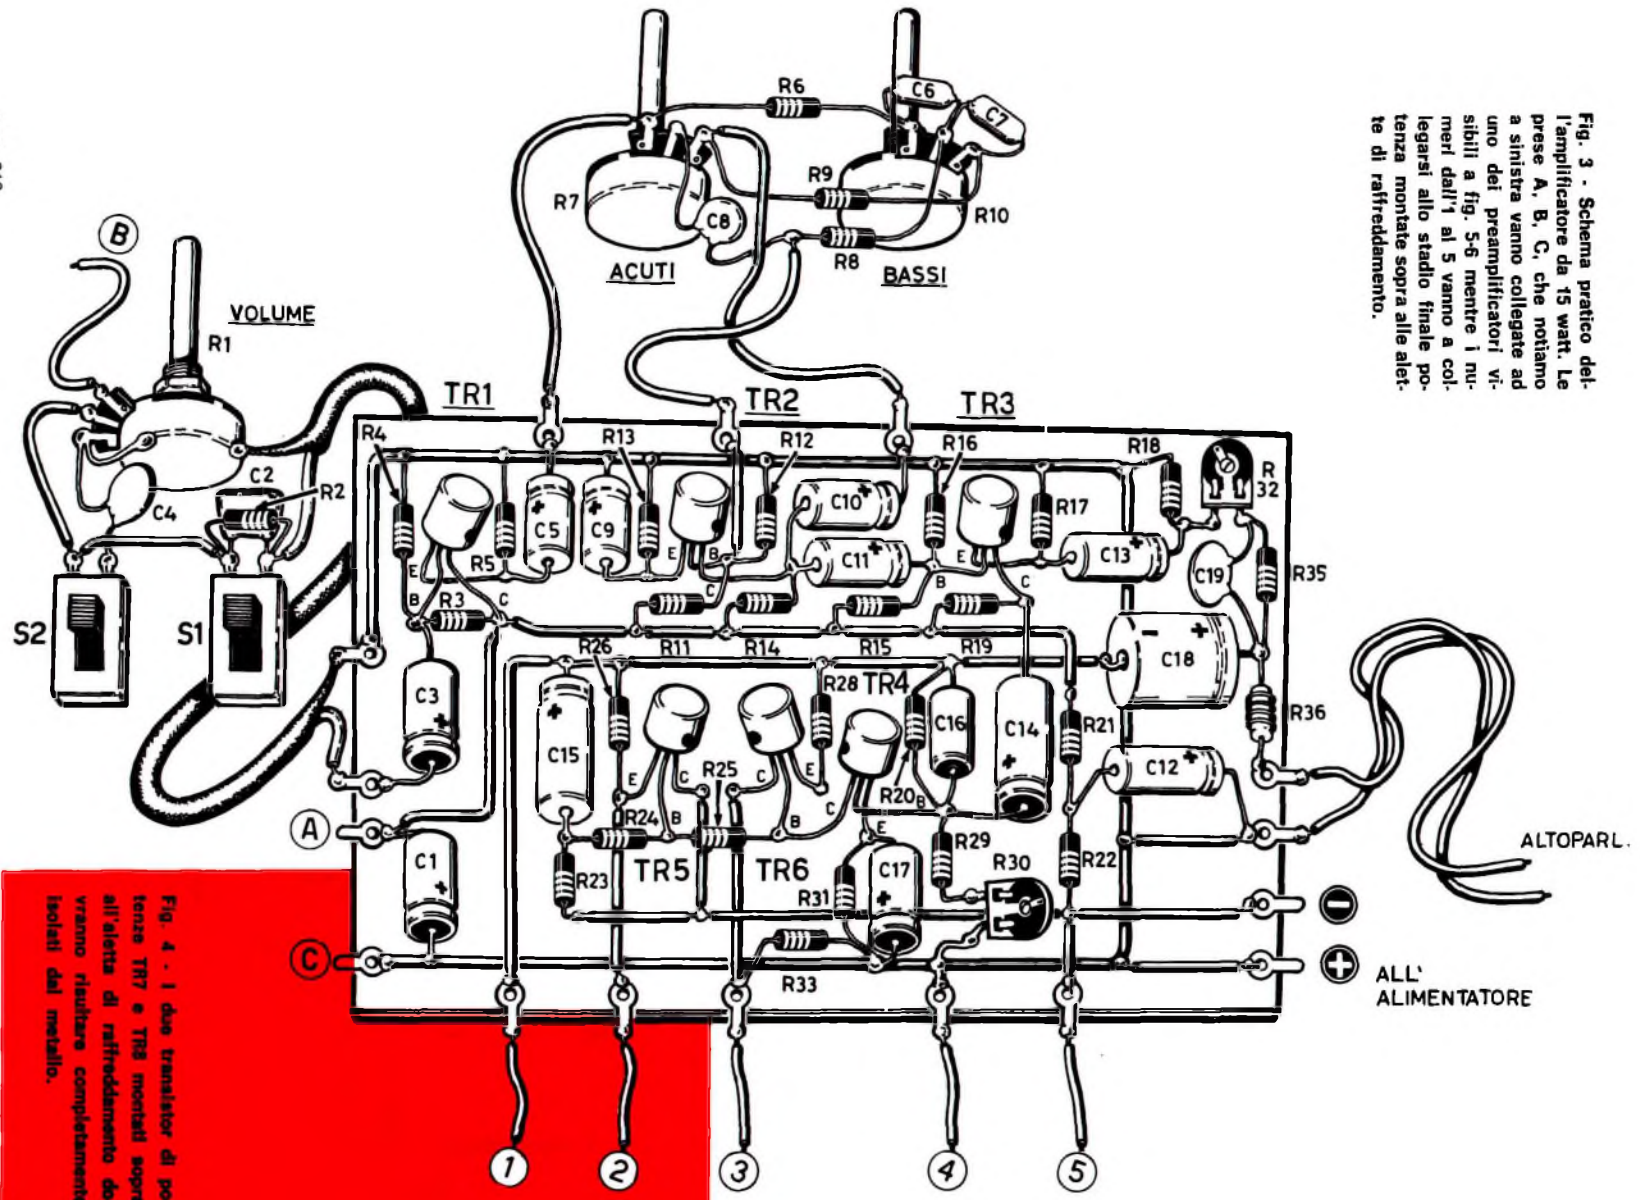

Fig. 4 - I due transistor di potenze TR7 e TR8 montati sopra all'aletta di raffreddamento dovranno risultare completamente isolati dal metallo.
- lo stadio finale di potenza (fig. 4), montato su piastra di raffreddamento;
Passeremo, poi, alla realizzazione dello stadio finale di potenza (fig. 4) che, come noterete, è montata su di una piastra di raffreddamento in lega di alluminio, la quale è rintracciabile in commercio a prezzi assai moderati: essa deve misurare almeno cm. $12 \times 7 \times 3,5$ ed è rinvenibile tra gli accessori forniti dalla I. R. Italiana per i suoi semiconduttori, distribuiti dalla GBC. Comunque, il radiatore può anche essere richiesto alla Ditta Zaniboni (Via S. Carlo, 7 - Bologna), presso la quale ci siamo forniti noi stessi. Il prezzo che la Ditta Zaniboni pratica per questo componente è di circa 1.200 lire.
I nostri lettori più intraprendenti, però, potranno realizzare il radiatore in casa, servendosi di trafilati di alluminio ad «U», che verranno rivettati su di una piastra base pure di alluminio. La forma che il radiatore dovrà assumere può essere desunta dal disegno presentato in fig. 4.